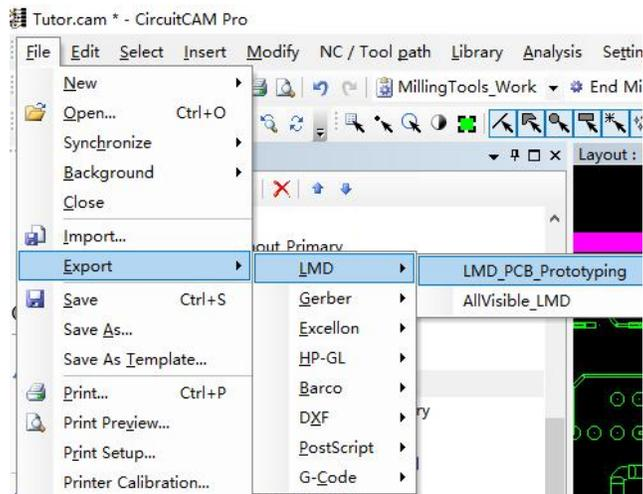

图5-35 从CAM中导出刻板机驱动数据
3) 从CAM中导出刻板机驱动数据 (\*.lmd)。选择“File” → “Export” → “LMD” → “LMD\_PCB\_Prototyping”选项，即可导出刻板机驱动数据，如图5-35所示。